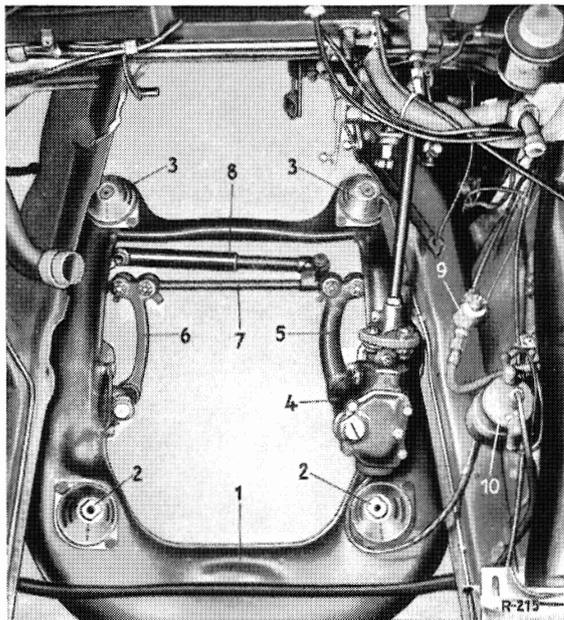

Bild 46—10/1
1. Die Sechskantmutter von dem angeschweißten Haltebolzen am Vorderachsträger abschrauben (Bild 46—10/1).